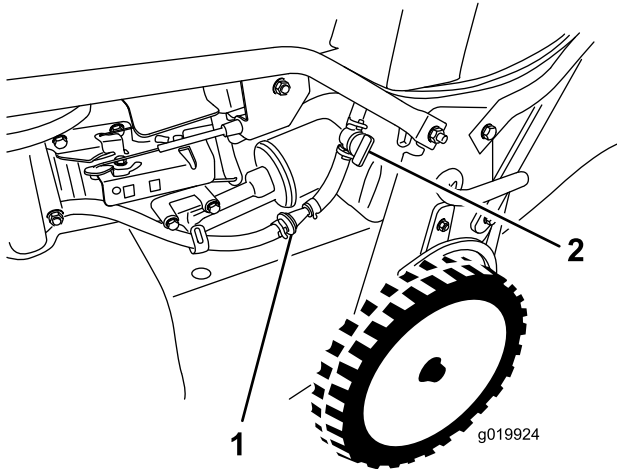

Figura 35
3. Cierre la válvula de cierre del combustible (Figura 35).
4. Retire el filtro de combustible (Figura 35) del tubo de combustible aflojando las abrazaderas de cada lado del filtro de combustible.